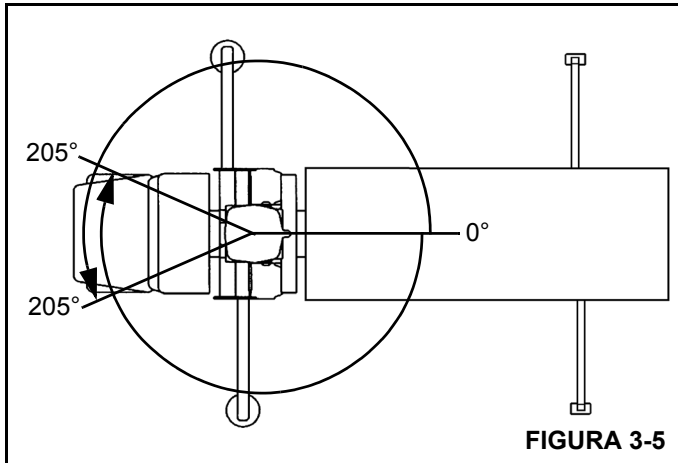

FIGURA 3-5
**NOTA:** El giro está limitado a  $410^\circ$  ( $205^\circ$  a la izquierda y  $205^\circ$  a la derecha) (Figura 3-5).